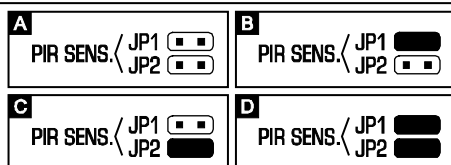

Abb. 2. Einstellungsweise der Empfindlichkeit des Melders (A – niedrig, B und C – durchschnittlich, D – hoch)
- PIR SENS.** – Empfindlichkeit des Melders (siehe: Abbildung 2);